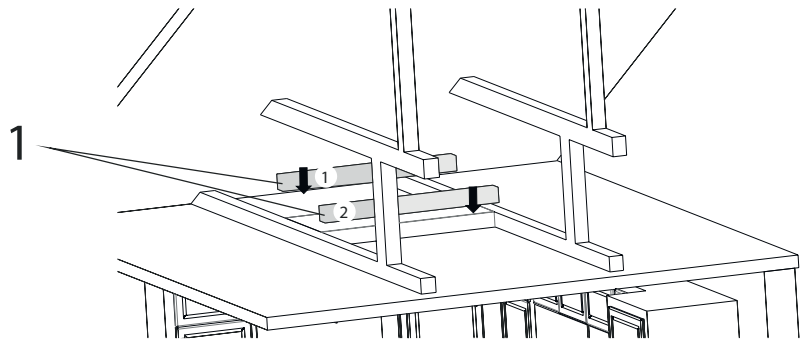

Fig. 10
4. ► Förbered regler/läkt där fläkten ska fästas (Fig. 10/1-2).